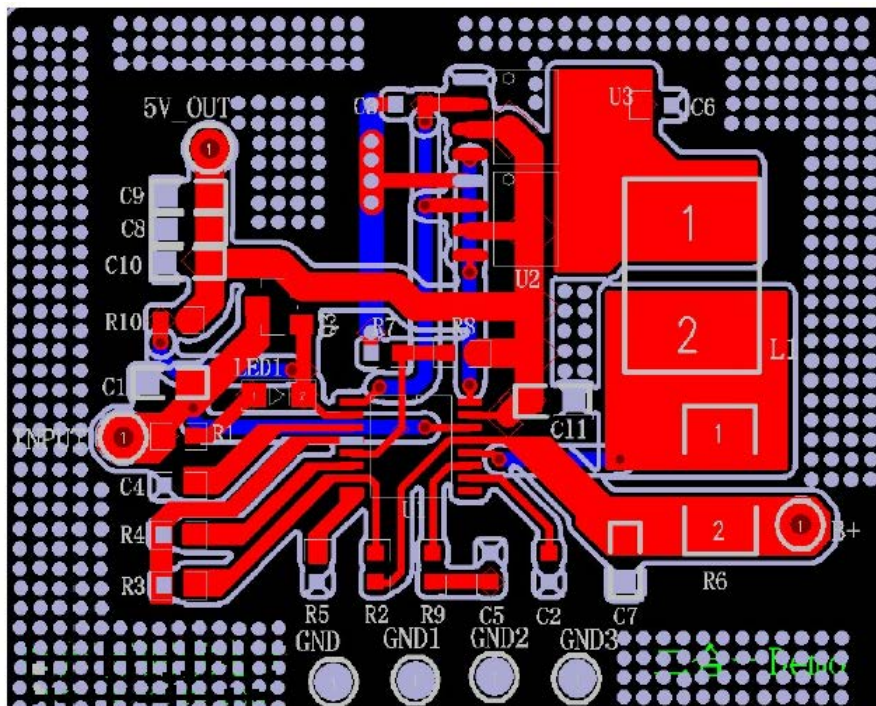
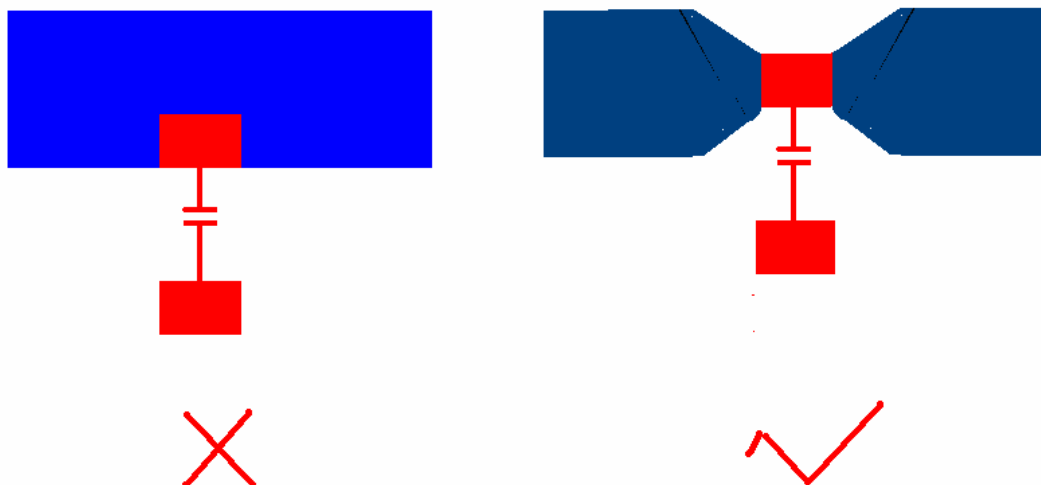

图 1、HM5906 版图
图 2、输出滤波电容示意图
- 1、 输出电容尽量靠近输出端，如图 1 中 C8、C9、C10,走线要完全经过电容，如图 2 所示:
2、 如果输出端离 15 脚较远，则在 15 脚旁边放一个电容稳压，如图 1 中 C11